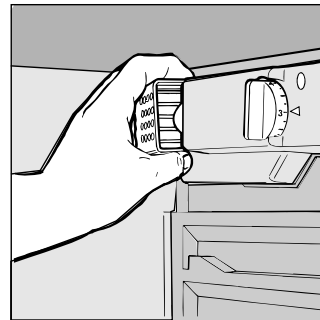

Abb. 3
- Wie tauscht man die Innenlampe aus? Den Stecker aus der Steckdose ziehen, oder den LS-Schalter ausschalten und die defekte Birne durch eine neue (max 15 Watt) ersetzen (Fig. 3).